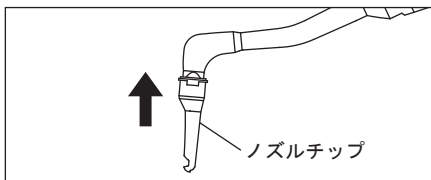

図5
1) ハンドピースのノズルにノズルチップを奥までしっかり取り付けます（図5）。